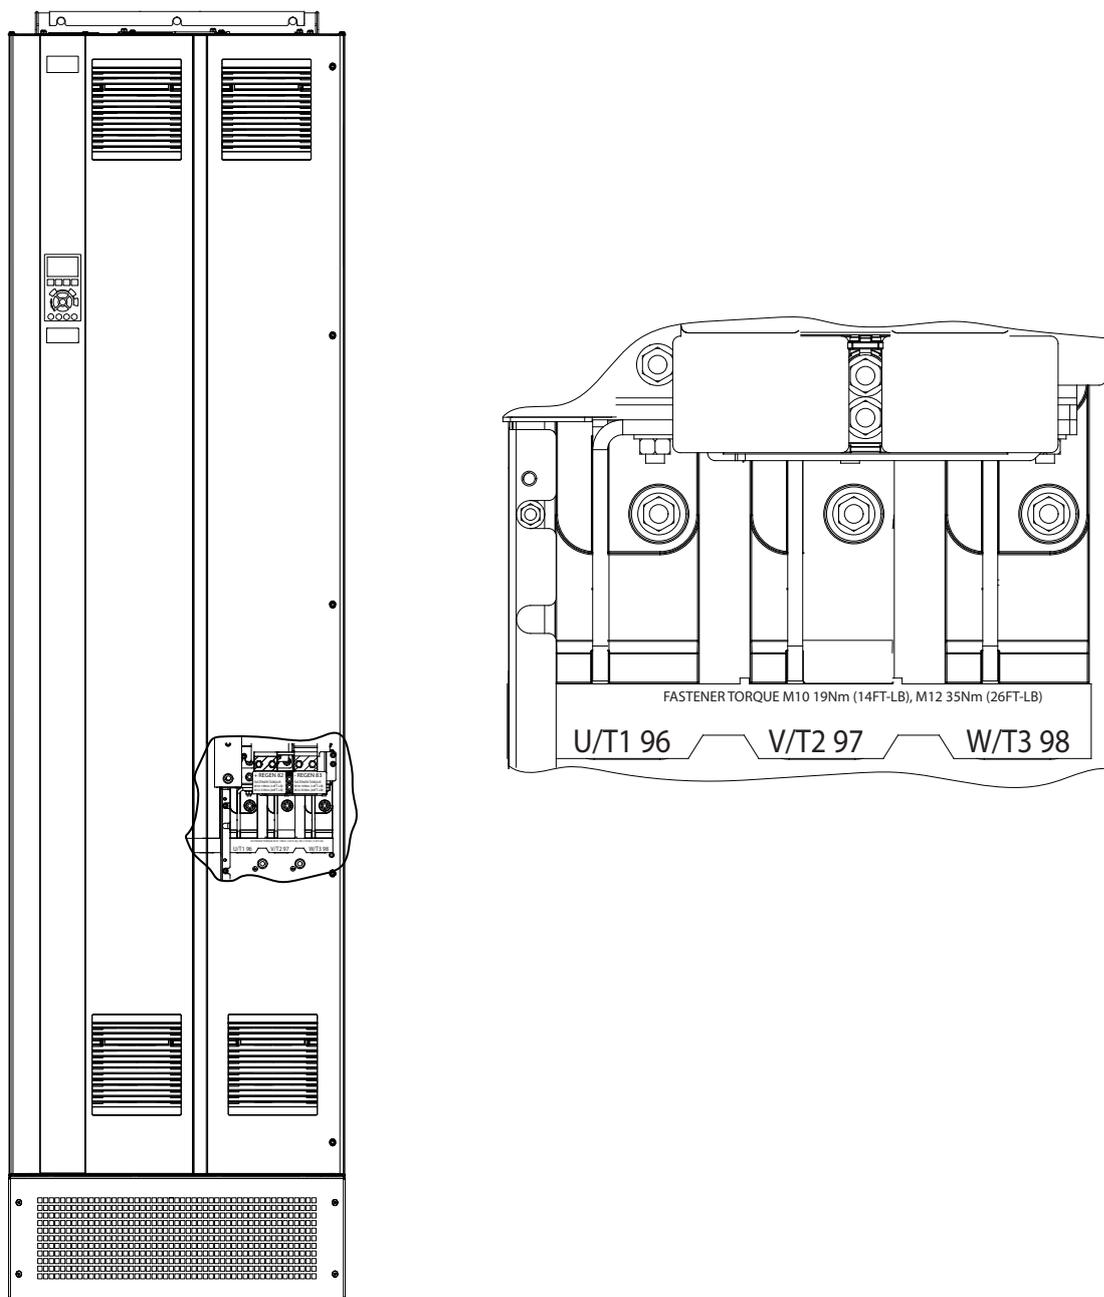

図 5.3 交流モーター端子 (E1h 表示)。端子の詳細ビューについては、章 5.7 端子寸法を参照してください。
4. 3相モーター配線を端子 96(U)、97(V)、98(W) に接続します。図 5.3をご参照ください。